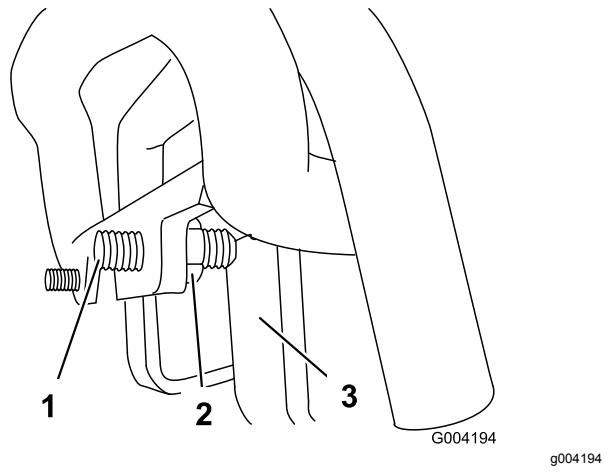

Bild 57
3. Falls die Zugmaschine nach **links** zieht, lockern Sie die **rechte** Klemmmutter und stellen Sie die Spurweiten-Stellschrauben vorne am Fahrantrieb ein (**Bild 57**).
4. Falls die Zugmaschine nach **rechts** zieht, lockern Sie die **linke** Klemmmutter und stellen Sie die Spurweiten-Stellschrauben vorne am Fahrantrieb ein (**Bild 57**).